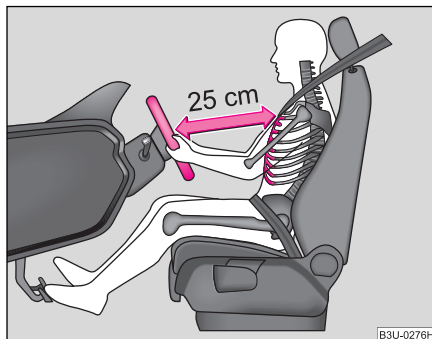

Fig. 147 La distancia correcta entre el conductor y el volante
- Ajuste el volante de tal modo, que la distancia entre el volante y el esternón sea, como mínimo, de 25 cm ⇒ **fig. 147**.
- El conductor se ha de mantener a una distancia mínima de 25 cm del volante ⇒ página 179, fig. 147. Si no respeta la distancia mínima, el sistema de airbag no podrá protegerle - ¡Peligro de muerte!